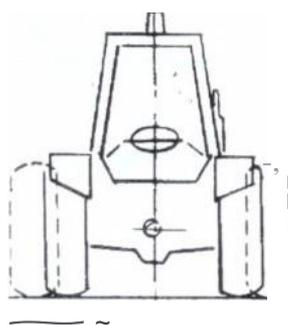
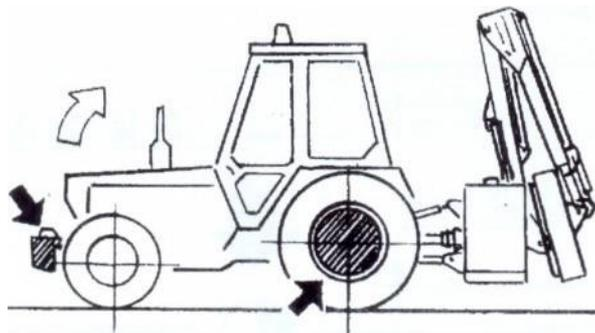

Рис. 21
Рис.22
- Отрегулируйте колеса трактора до максимальной длины (рис. 21). Балласт шасси трактора и заднее колесо напротив вытянутой руки. (FIG. 22).